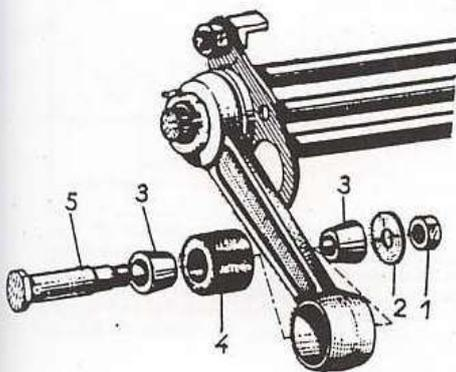

Fig. 88. — Détail du montage d'un bras de suspension et de son roulement
- Déposer le circlips (1) (fig. 88), le
L'ensemble étant maintenu dans l'étau, déposer le circlips (1) (fig. 88), le manchon intermédiaire (3). Le segment (10) et la rondelle entretoise (11) restent sur le manchon.
- Présenter le bras de suspension (4) sur la cage intérieure du roulement.
- Placer les deux vis de fixation avec le frein double, les rondelles Grower (13) et les deux écrous (12), ne pas bloquer.
- Monter les deux vis (14), les deux rondelles plates, les deux rondelles Grower et les deux écrous (15), bloquer le tampon de choc sur l'ancrage à $6 \pm 0,5$ m.kg et l'ancrage sur la traverse arrière à 11 ± 1 m.kg.
- Présenter le bras de suspension (4) sur le bras de suspension, ne pas monter le manchon intermédiaire (3) (fig. 88).
- Engager l'axe (9) dans le support de l'essieu et dans le bras de suspension. S'assurer que les deux cônes d'expansion sont bien en place.
- Positionner le manchon (3) afin de régler la hauteur de caisse.
- Poser le protecteur du manchon (2) et le circlips (1).